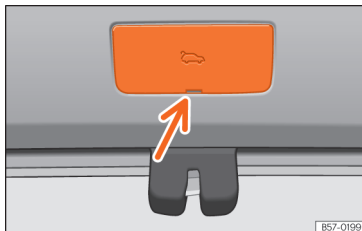
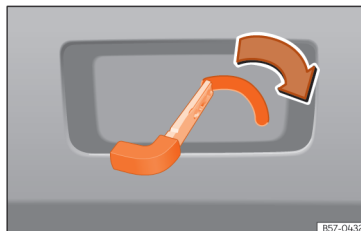

Abb. 90 Ausschnitt Gepäckraum: Zugang zur Notentriegelung.
Abb. 91 Ausschnitt Gepäckraum: Notentriegelung.
- Hebeln Sie die Abdeckung mit Notschlüssel ab »» **Abb. 90**.
- Führen Sie den Notschlüssel in den Schlitz ein und drehen Sie ihn in Pfeilrichtung, bis sich das Schloss öffnet »» **Abb. 90**, »» **Abb. 91**.